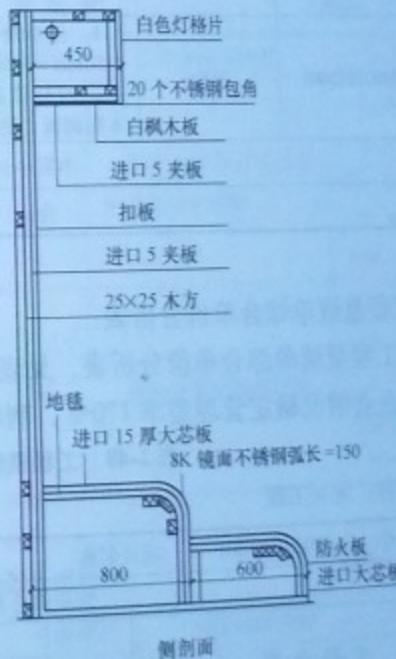

图 2-31 展台示意图
**【例 2-31】** 展台样式如图 2-31 所示，编制其分部分项工程量清单表。